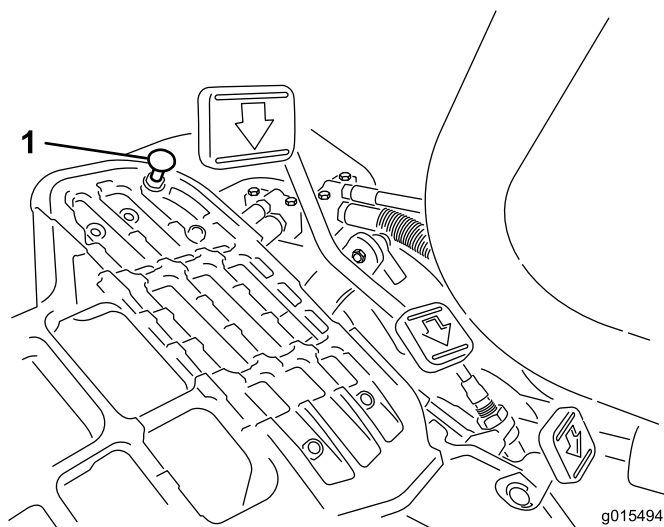

Figura 50
Para obtener la velocidad máxima de transporte, ponga la palanca de control funcional en la posición de transporte y pise el pedal de tracción. Si el pedal toca el tope (Figura 50) antes de que se note tensión en el cable, es necesario hacer un ajuste:
1. Ponga la palanca de control funcional en la posición de transporte y afloje la contratuerca que fija el tope del pedal a la chapa del suelo (Figura 50).